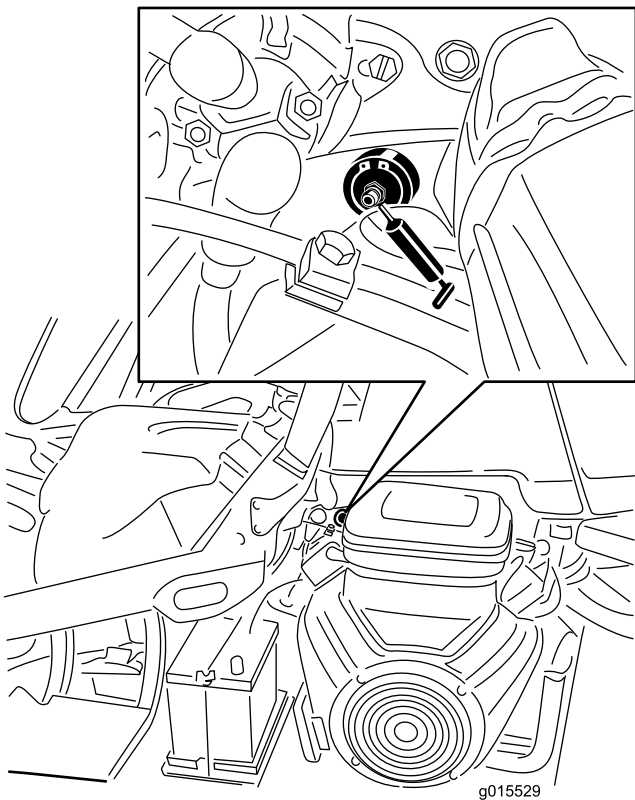

Figura 37
1. Limpie el engrasador para evitar que penetre materia extraña en el cojinete o el casquillo (Figura 37).